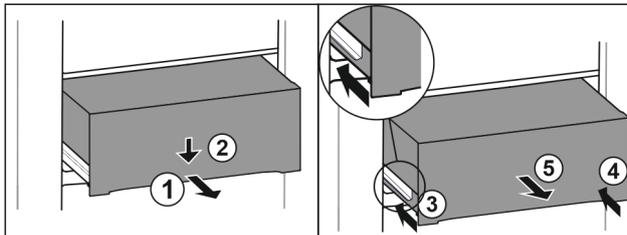

Fig. 77
- ▶ Tirer le tiroir jusqu'à mi-chemin. Fig. 77 (1)
- ▶ Appuyer sur l'avant du tiroir vers le bas. Fig. 77 (2)
- ▶ Insérer le rail gauche d'env. 2 cm. Fig. 77 (3)
- ▶ Insérer le rail droit d'env. 2 cm. Fig. 77 (4)
- ▶ Retirer le tiroir par l'avant. Fig. 77 (5)